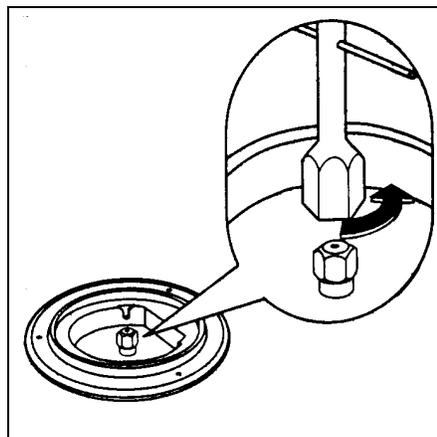

fig. 13
3. Avec une clé douille de 7, dévissez les injecteurs (fig. 13) et remplacez-les par ceux convenant au type de gaz utilisé (voir tableau n°1).